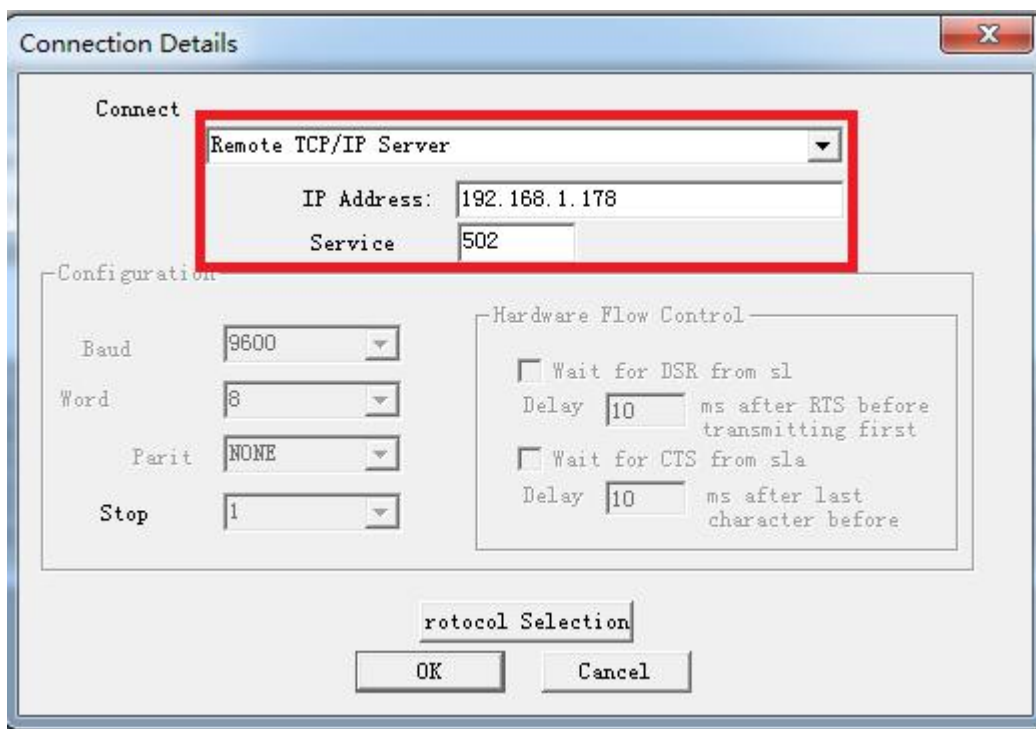

图 1
2. 选择菜单 Connection/Connect, 选择 Remote TCP/IP Server, 输入 RVNet-Q 的 IP 地址, Service 端口为 502; 点击[OK]按钮, 如图 1 所示。